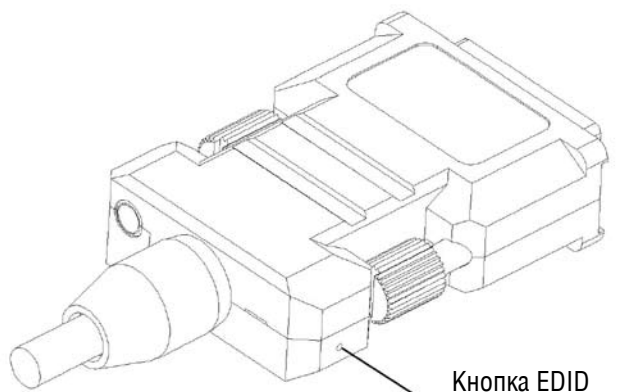

Рис. 2. Кнопка EDID на модуле передатчика
3. Нажмите кнопку EDID (см. рис. 2) с помощью тонкой отвертки или булавки. Синий светодиодный индикатор дважды мигнет и погаснет.